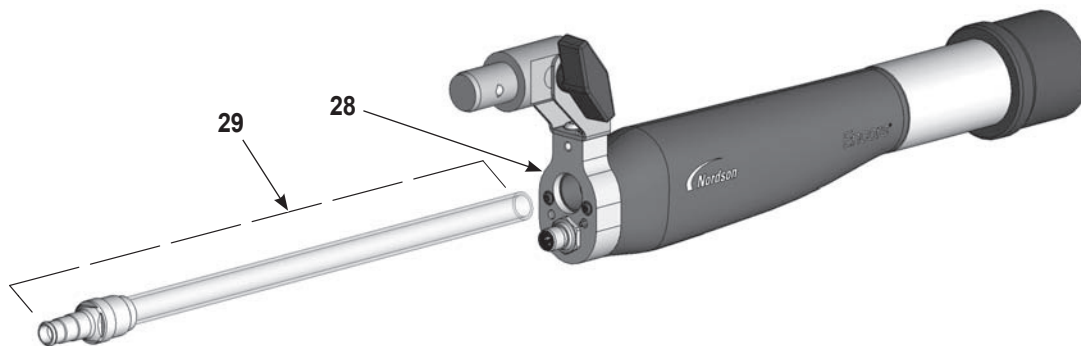
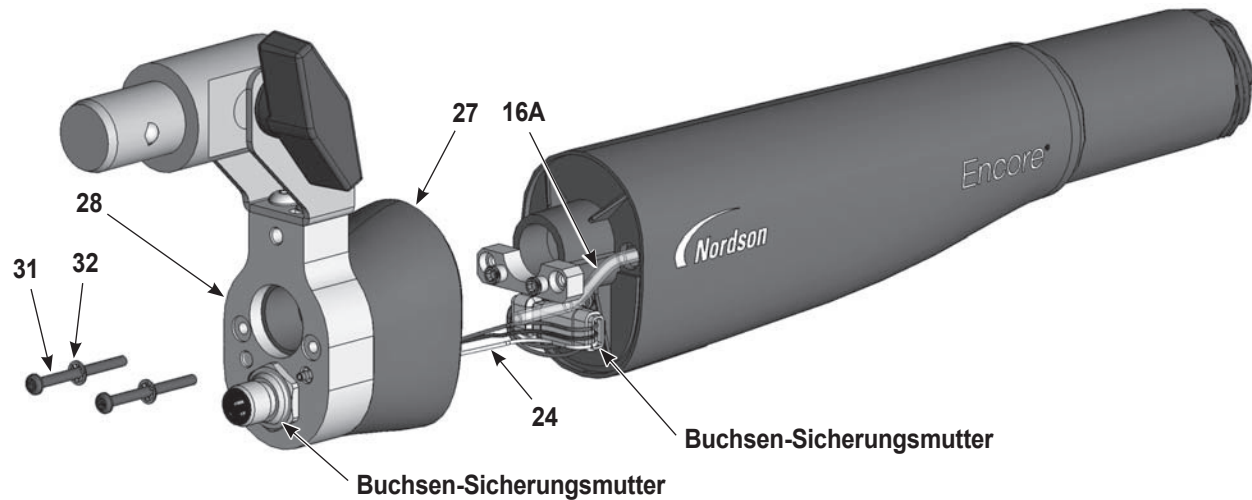

Abbildung 15 Pulverrohr ersetzen
Abbildung 16 Zerlegung des Applikators – Austausch des Pulverrohrs
3. Siehe Abbildung 16. Die beiden Kreuzschlitzschrauben (31) mit innenverzahnten Federscheiben (32) abschrauben und entfernen und von der Abschlusskappe (28) abnehmen.
- c. Siehe Abbildung 16. Die Sicherungsmutter von der Buchse abschrauben, dann Buchse und Kabel von der Abschlusskappe abnehmen.
17. Siehe Abbildung 16. Abschlusskappe und hintere Applikatorgehäusebaugruppe am Applikatorgehäuse installieren und darauf achten, die Kabeladern nicht zu quetschen.
18. Die beiden Kreuzschlitzschrauben (31) mit den Sicherungsringen (32) in die Abschlusskappe schrauben und mit 0,55 Nm (79 inch-ounces) anziehen.
19. Siehe Abbildung 15. Das Pulverrohr (22) mit einer Drehbewegung in den Adapter (30) montieren, dabei das Pulverrohr durch den inneren O-Ring hindurch schieben, bis es einwandfrei sitzt.